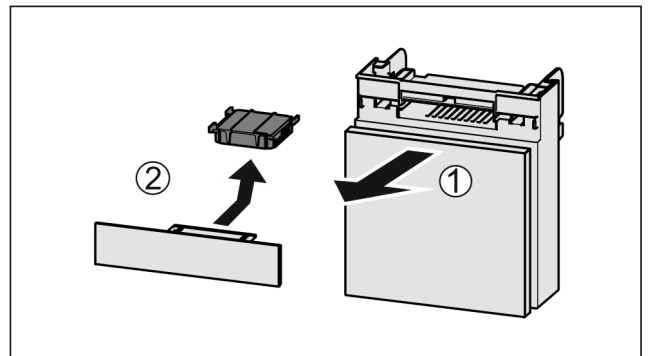

Fig. 185
- Потягніть Fig. 185 (1) відділення вперед.
- Витягнути Fig. 185 (2) фільтр з активованого вугілля.